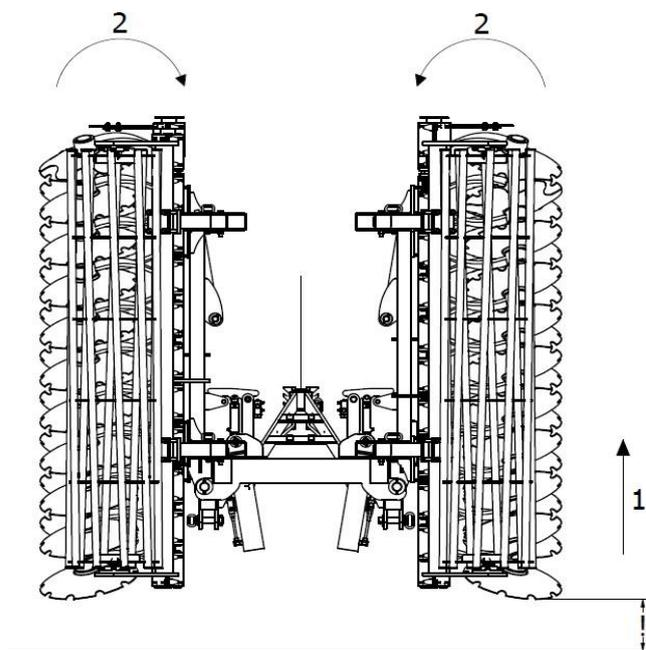

Fig. 6 Étapes du dépliage de la machine : 1 - machine levée au maximum, 2 - bras latéraux repliés en position « fermée ».
1. Commencer par lever la machine au maximum pour s'assurer que les bras pliables ne frappent le sol lors de l'opération (fig. 6).
2. Ensuite, replier les bras latéraux à la position « fermée » (pliée) à l'aide d'un système de verrouillage hydraulique afin de s'assurer que le verrouillage se déverrouillera et permettra ensuite de déplier les bras latéraux. Cette action est indispensable pendant chaque dépliage (« ouverture ») des bras de la machine (fig. 6).